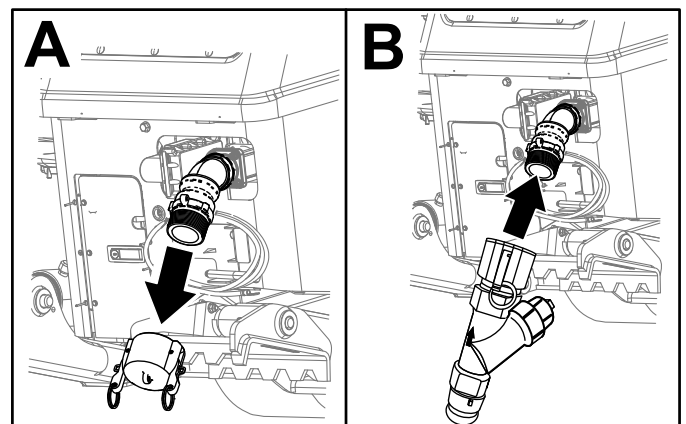

Bild 63
1. Nehmen Sie den Pumpenzulaufdeckel ab (Einsatz A in Bild 63).
2. Fluchten Sie das Y-Sieb mit dem Gewinde an der Pumpe aus (Einsatz B in Bild 63).